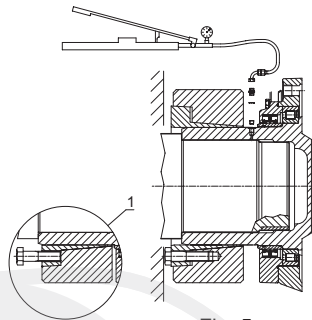
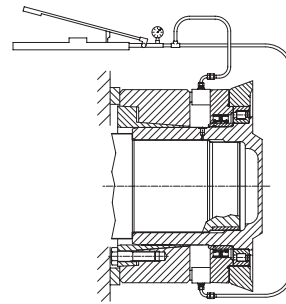

Fig. 5
Fig. 6
- 2) Nel caso gli anelli non si separassero spontaneamente dopo avere allentato le viti, trasferirne alcune nei fori di estrazione dell'anello interno (Fig.5 dettaglio 1) e avvitandole, separare quest'ultimo dall'anello esterno.
- 3) Fare scorrere il giunto assialmente come da fig.5 per permettere l'utilizzo del foro G 1/8" che consente l'immissione di olio in pressione (max. 1000 bar) al fine di facilitare lo smontaggio del riduttore dall'albero della macchina. Se con l'utilizzo del metodo descritto, il riduttore non si libera, in quanto l'accoppiamento dell'albero non assicura la tenuta della pressione, allora si può agire nel modo rappresentato nella fig. 6. Se lo spazio a disposizione lo permette, utilizzando appositi spintori idraulici, occorre fare reazione su n°2 borchie a 180° che si trovano sui coperci porta tenute, senza superare i seguenti carichi assiali:
- 2) If the rings do not separate on their own after loosening the screws, transfer some of them to the extraction holes of the inner ring (Fig.5 detail 1) and, tightening them, separate the inner ring from the outer ring.
- 3) Slide the joint axially as shown in fig.5 to allow use of the hole G 1/8" for the introduction of pressurized oil (max. 1000 bar) to facilitate removing the gear unit from the machine shaft. If, on using the method described, the gear unit cannot be freed, because the shaft coupling does not ensure pressure tightness, operate as shown in fig. 6. Available space permitting, using the special hydraulic pushers, operate on two bosses at 180° located on the seal covers, without exceeding the following axial loads:
- 2) Falls sich die Kupplungsringe nach dem Entfernen der Schrauben nicht von selbst lösen sollten, einige Schrauben in die Abzugsbohrungen des Innenrings einsetzen (Abb.5, Ausschnitt 1) und durch Festziehen derselben den Innen- vom Außenring trennen.
- 3) Die Kupplung axial verschieben (siehe Abb.5), um die Bohrung G 1/8" benutzen zu können, die das Einfüllen von Öl unter Druck (max. 1000 bar) gestattet, um den Ausbau des Getriebes von der Maschinenwelle zu erleichtern. Sollte es nicht möglich sein, mit dem beschriebenen Verfahren das Getriebe freizusetzen, da die Passung der Welle nicht dicht genug für den Druck ist, kann auf die in Abb. 6 dargestellte Weise vorgegangen werden. Bei ausreichendem Platz können hydraulische Stößel eingesetzt werden, die 180° zu einander auf 2 Auflagen angeordnet werden, die sich auf dem Deckel der Dichtungshalter befinden; dabei dürfen die folgenden Axiallasten nicht überschritten werden: